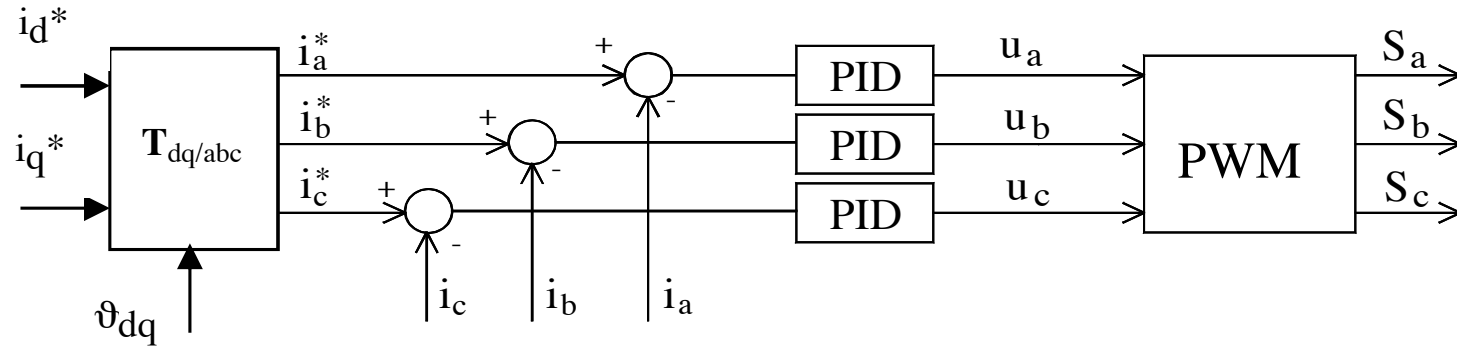

Fig.6.2.1 - Controllo di corrente stazionario, con controllori trifase PID
6.2.1 Controllo trifase con regolatori PID - Uno schema di controllo di tipo stazionario, con controllori di corrente aventi uscite che richiedono l'uso di un generatore di PWM ha la struttura riportata in Fig.6.2.1.